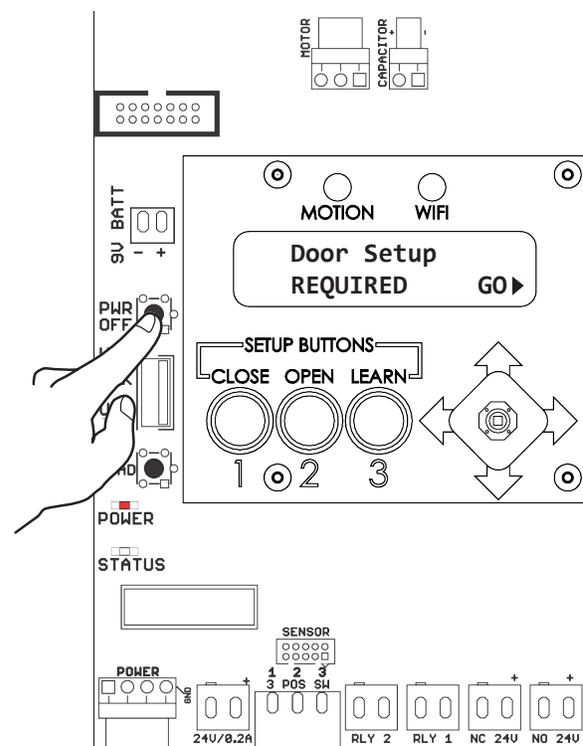

Figure 2
3. Utilisez les connecteurs verts fournis pour câbler tous les dispositifs nécessitant des sorties, comme les gâches électriques, les serrures magnétiques, les dispositifs de sortie, les sorties de position de porte ouverte, etc. (Figure 2) Voir Connexions d'entrée à la page 10 et Connexions de sortie à la page 11 pour plus d'informations.
4. Allumez l'alimentation électrique du bâtiment. L'alimentation pour l'ouvre-porte est normalement à « On ». L'alimentation peut être allumée ou éteinte en appuyant sur le bouton d'alimentation. (Figure 2)
**NOTE :** Sur le panneau de contrôle, il devrait y avoir une LED rouge fixe pour POWER, une LED blanche qui clignote toutes les 1,5 à 2 secondes pour STATUS, et une LED orange qui clignote continuellement pour l'état fermé. (Figure 2)